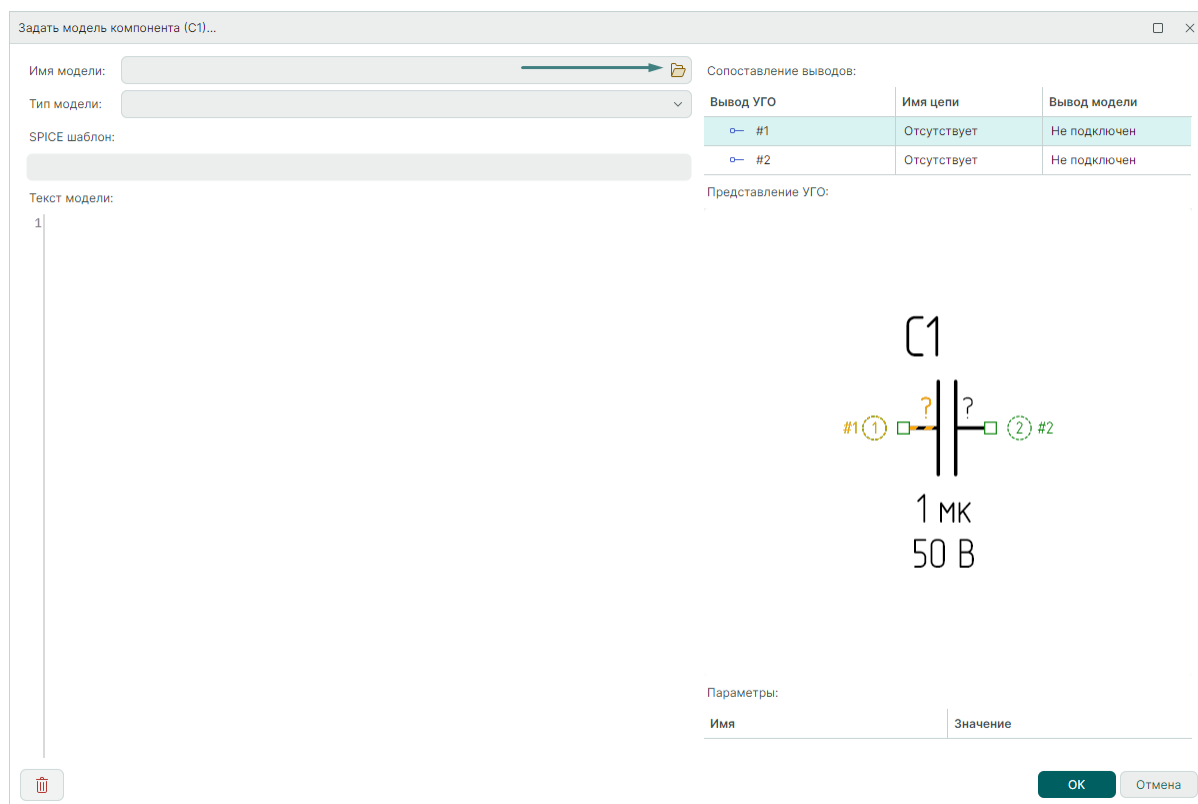

Рис. 18 Выбор имени модели в окне «Задать модель компонента»
2.1. Для добавления модели из стороннего файла .lib в поле «Имя модели» нажмите символ «...» , см. Рис. 18.